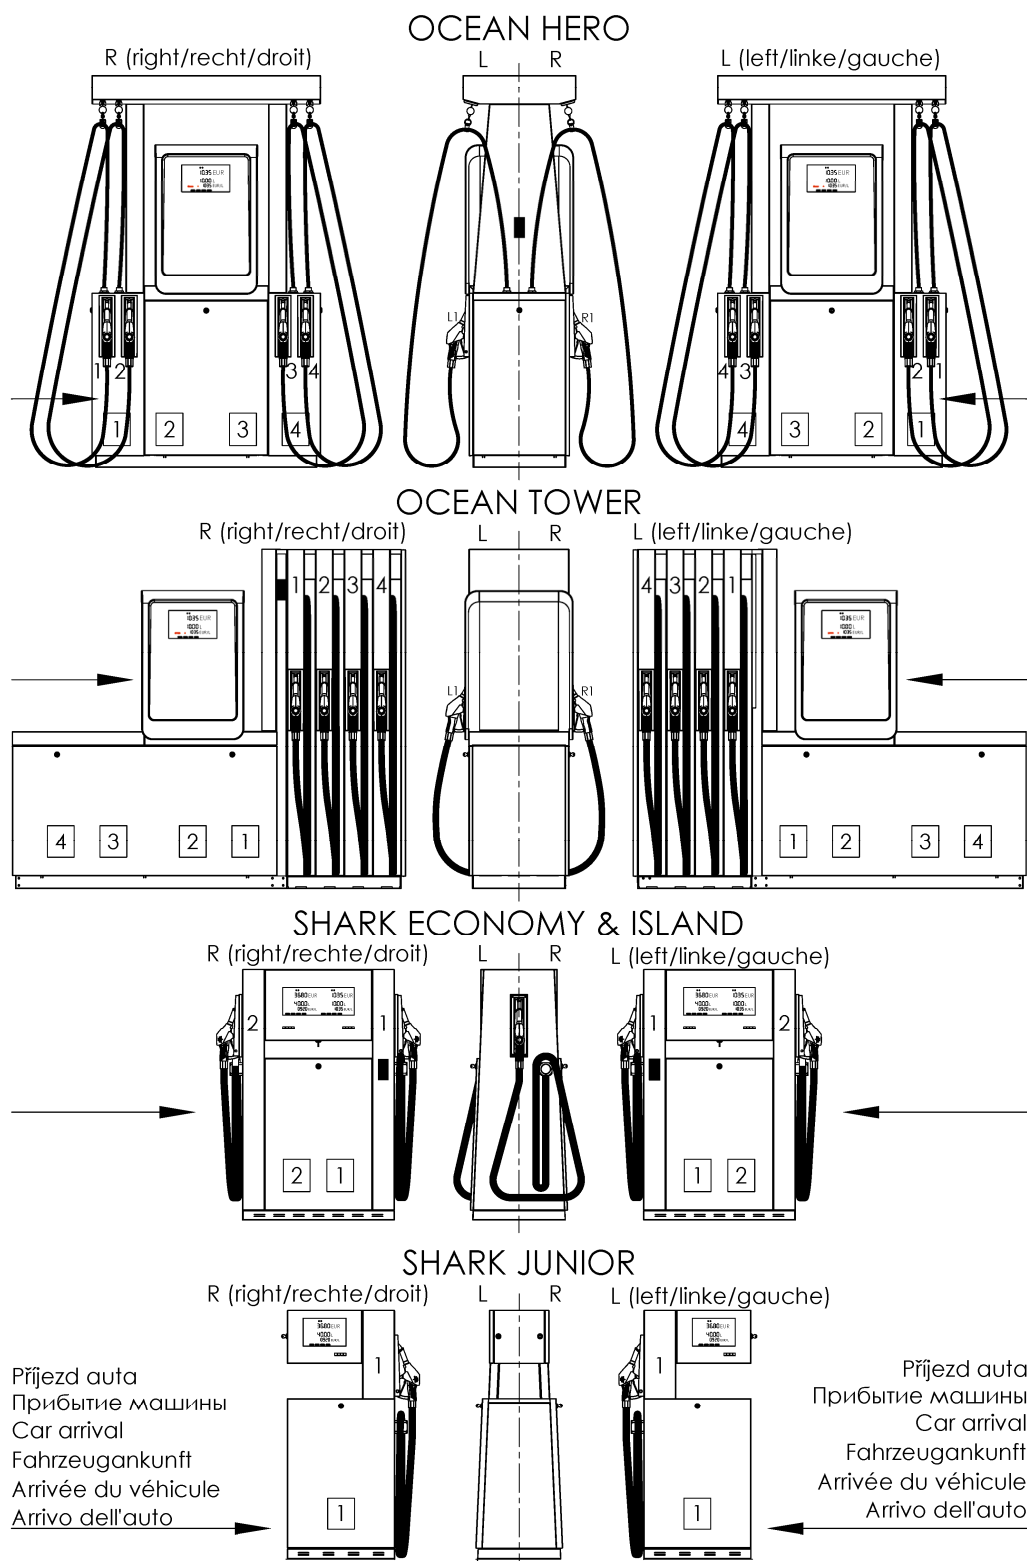

Figura 1 - Sistema di marcatura distributore con direzione di arrivo consigliata
Figura 1 illustra il Sistema di marcatura e ordinamento dei distributori TATSUNO EUROPE. I distributori in cui non è chiaro se il lato sinistro (R) o destro (L) del distributore riguarda (SHARK ECONOMY), la posizione della targhetta che è sempre più vicina al prodotto Nr. 1 e pistola Nr. 1 (1A) è decisiva. Nel caso di un distributore a doppio lato, il lato destro del distributore è anche indicato come lato A e il lato sinistro è indicato come lato B. Per un distributore monofronte con un solo lato sinistro o destro è sempre solo lato A.